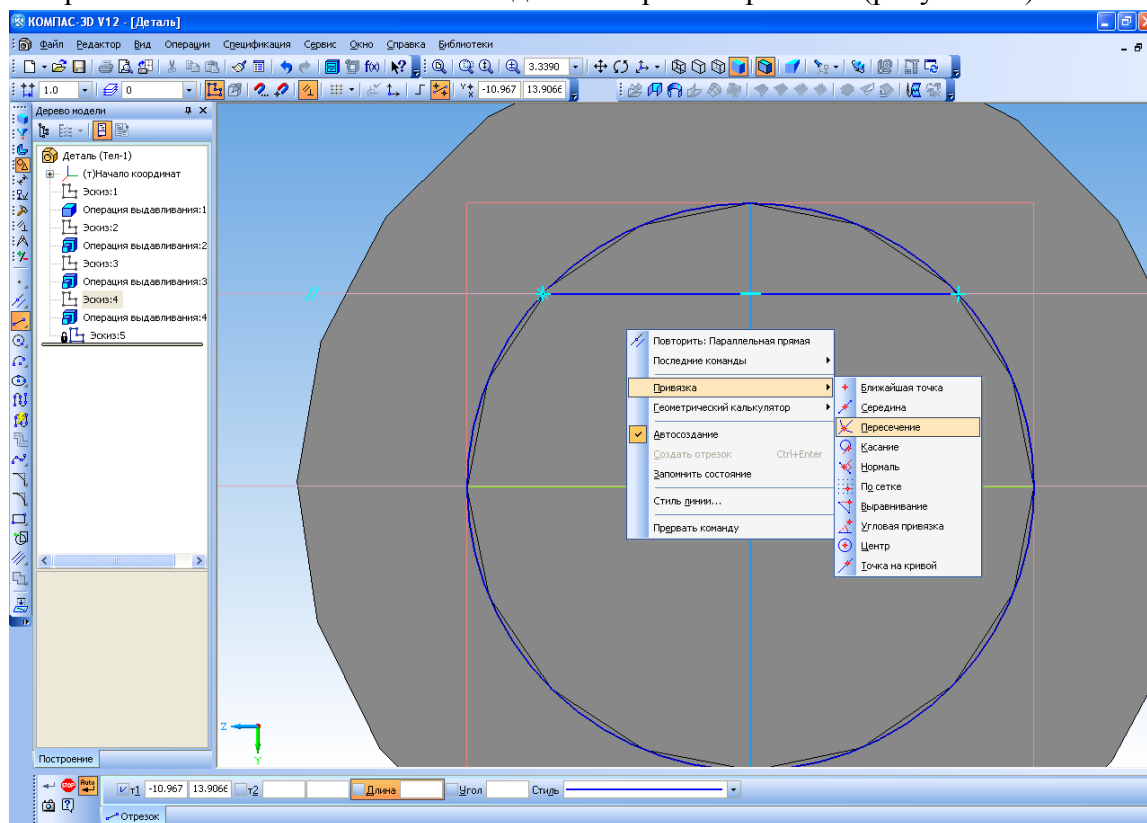

Рисунок 16
3. Для точного построения отрезка включите локальные привязки, нажав правую клавишу мыши и выбрав из контекстного меню необходимый вариант привязки (рисунок 16).